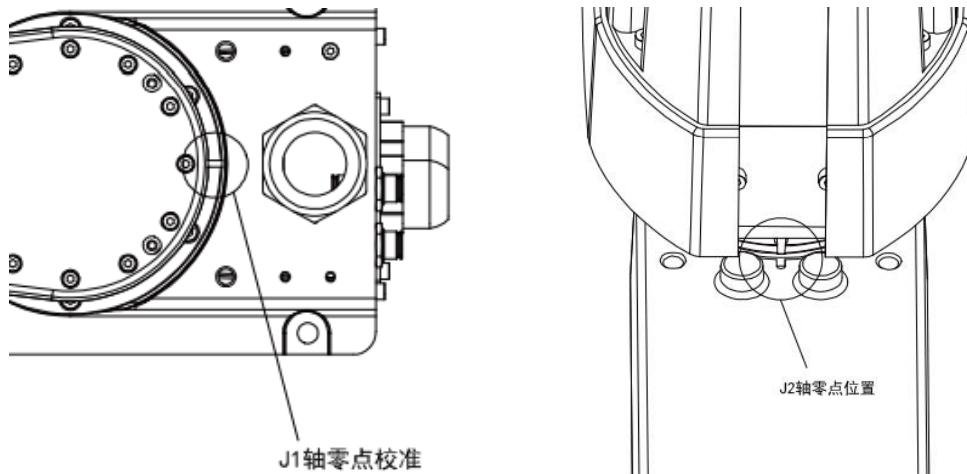
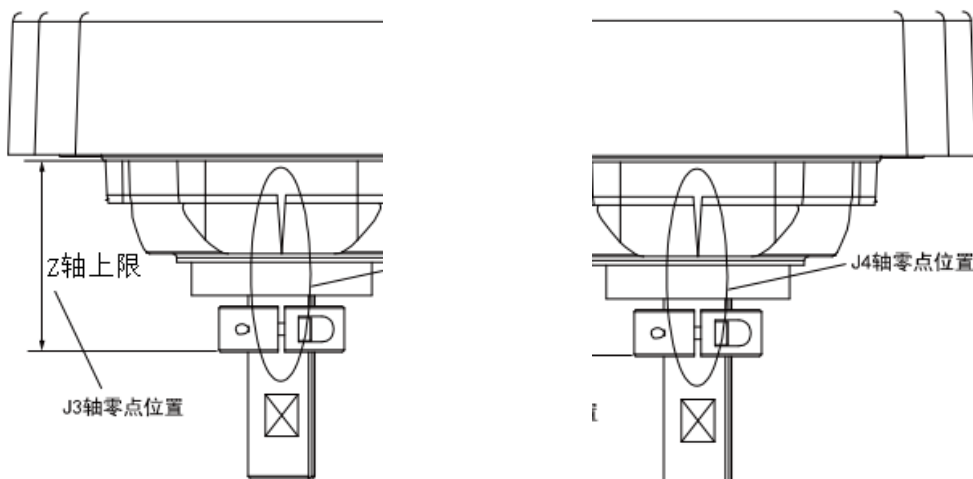

图 7.8 J1 和 J2 零点位置示意图
图 7.9 J3 和 J4 零点位置示意图
1. 四轴机器人将各轴零点参考标记对齐（见图 7.8 与图 7.9）